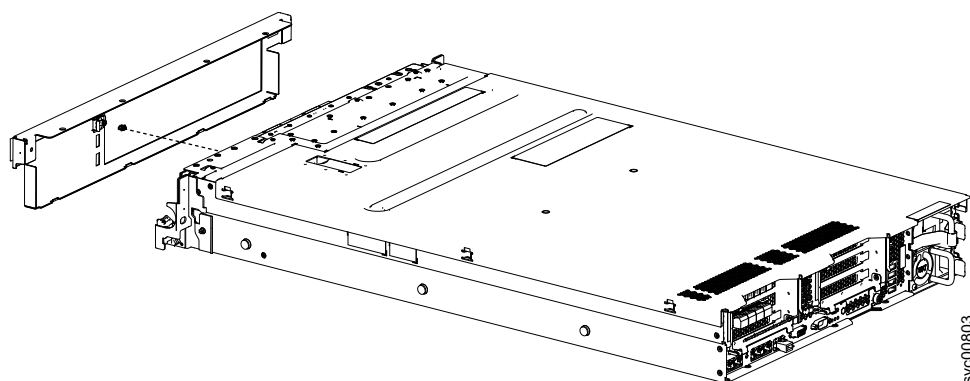

Figura 90. Removendo o cabo do LED para a parte traseira do conjunto de painel
8. Remova o cabo do LED ao PCB LED na traseira do conjunto do painel, como mostrado na Figura 90.